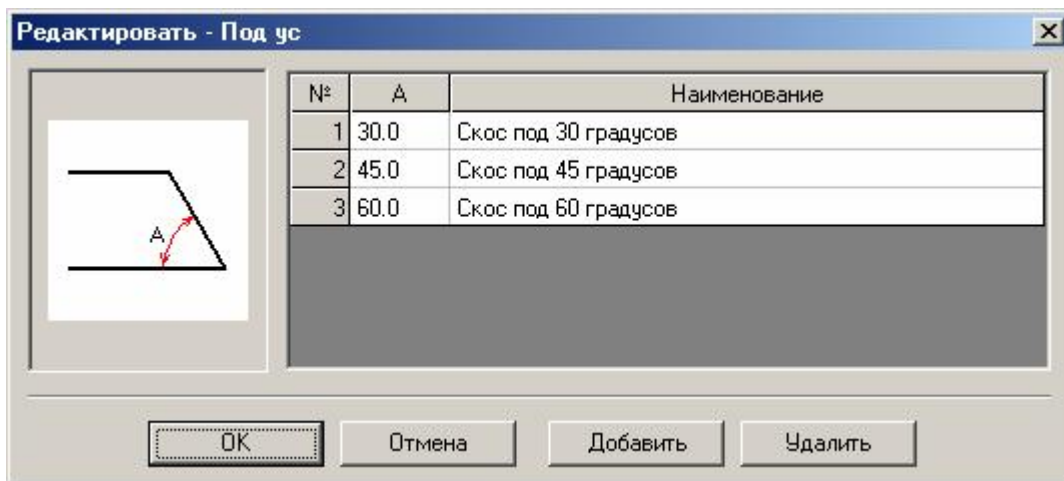

Рис. 7 Добавление типоразмеров для торца «Под ус»
3. В появившемся диалоговом окне (рис. 7) нажать кнопку *Добавить*.